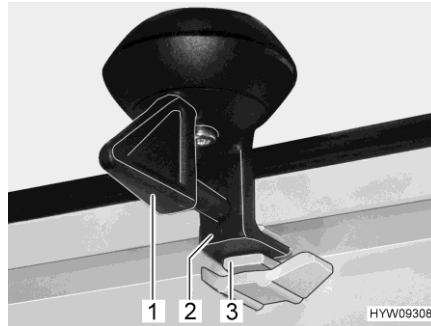

Bild 52 Lås (ventilationsläge)
- Vrid spaken (Bild 52,1) ett kvarts varv. Låset (Bild 52,2) måste glida in i det övre spåret (Bild 52,3).